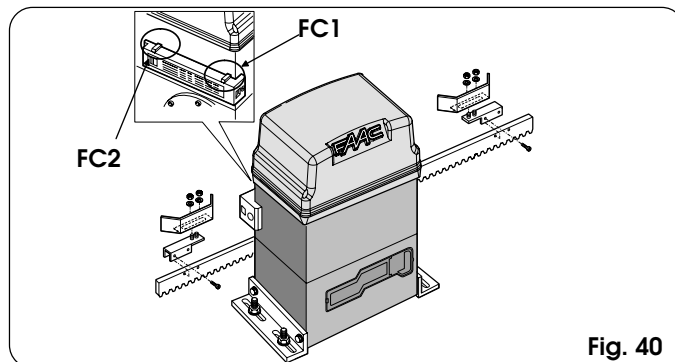

Fig. 40
- 1) Ensamble el fin de carrera centrando la chapa respecto a los pernos roscados del soporte (Fig. 40).